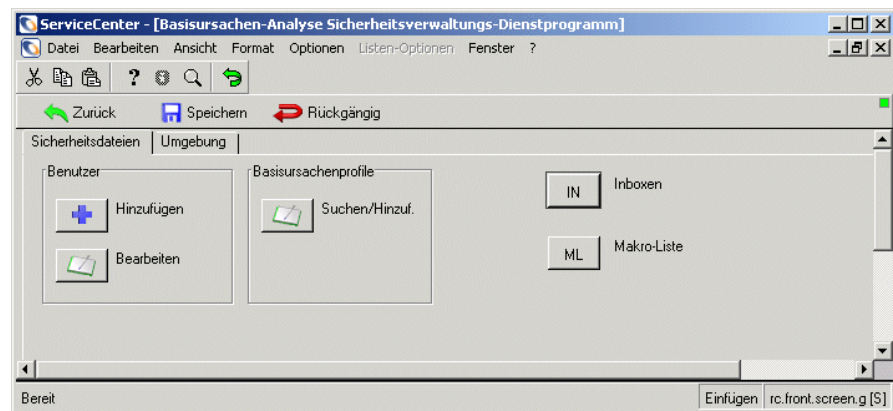

Abbildung 5-3: Sicherheitsverwaltungs-Dienstprogramm: Register „Sicherheitsdateien“
- 2 Klicken Sie auf **Sicherheitsdateien**. Abbildung 5-3 auf Seite 157 zeigt das Sicherheitsverwaltungs-Dienstprogramm der Basisursachen-Analyse.
Sicherheitsoptionen werden im Register **Sicherheitsdateien** ausgewählt (siehe Abbildung 5-3).